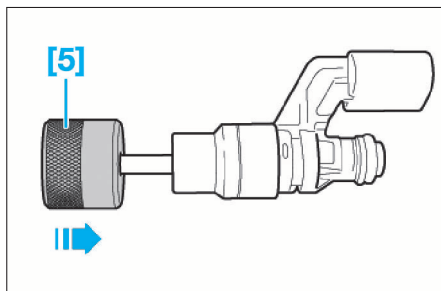

FIG. 49
- [5]. Douille de calibrage (ref. T10133/7) (Fig.49).
- glisser la douille de calibrage [5] jusqu'en butée sur l'injecteur, en la tournant de 180° environ et en appuyant légèrement. Déposer la douille [5] en la tournant dans l'autre sens (Fig.49).